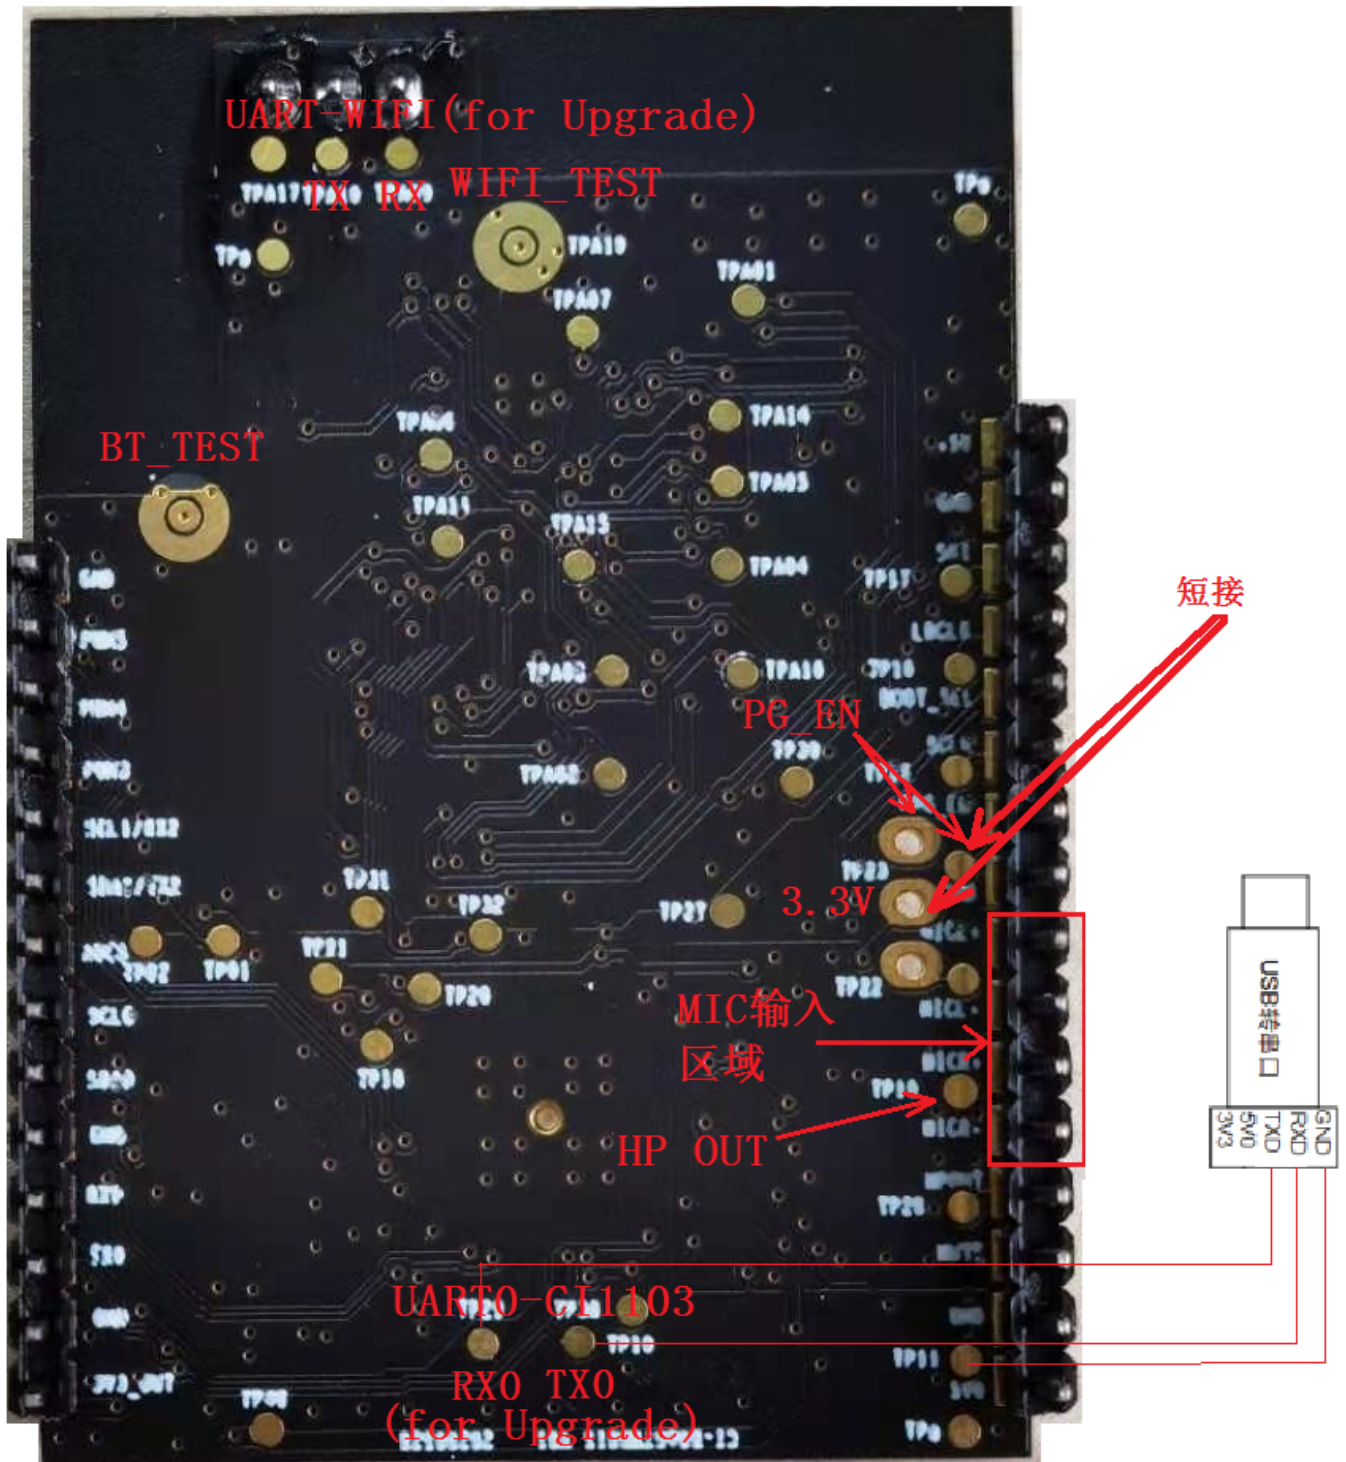

图13 串口连接示意位置图
若需要烧录AW7698N系统的固件，需使用Airoha IoT FLASH Tool,该Tool及需烧录的固件可联系启英泰伦相关技术支持人员提供。将图13中UART-WIFI串口引脚（3.3V电平）连接到电脑，打开Airoha IoT FLASH Tool，模块上电后，根据图15的界面提示载入固件，在烧录界面上点击“STAR”图标即开始烧写WIFI系统固件。
- a. 模块上电前是否已拉高PG_EN管脚（按上文图13描述和旁边的管脚短接）；